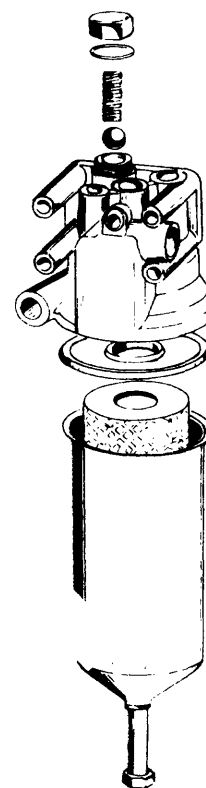

Fig. 2
*Funcionamiento del prefiltro (fig. 2)*